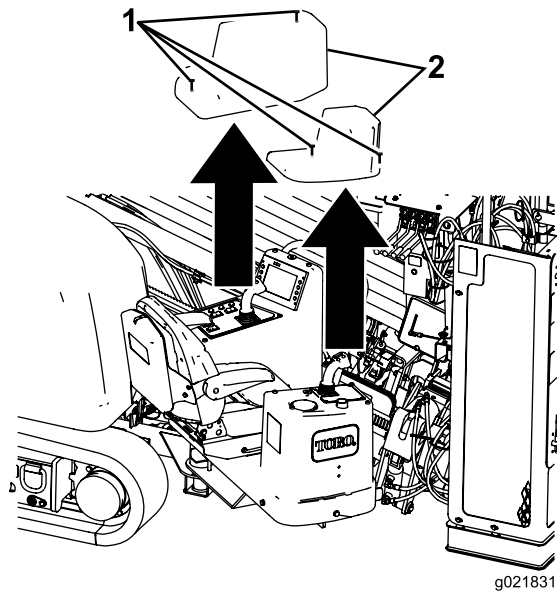

Figure 37
3. Desserrez les 4 vis qui fixent les couvercles sur les consoles de commande et déposez les couvercles (Figure 37).